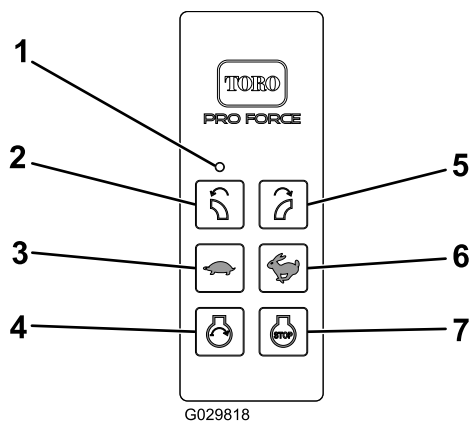

图 13
4. 只有在“发动机开始启动条件”处于活跃状态时按下“启动”按钮“发动机启动”才会通电。仅在执行以下“发动机开始启动顺序”后“发动机开始启动条件”才会处于活跃状态 图 13